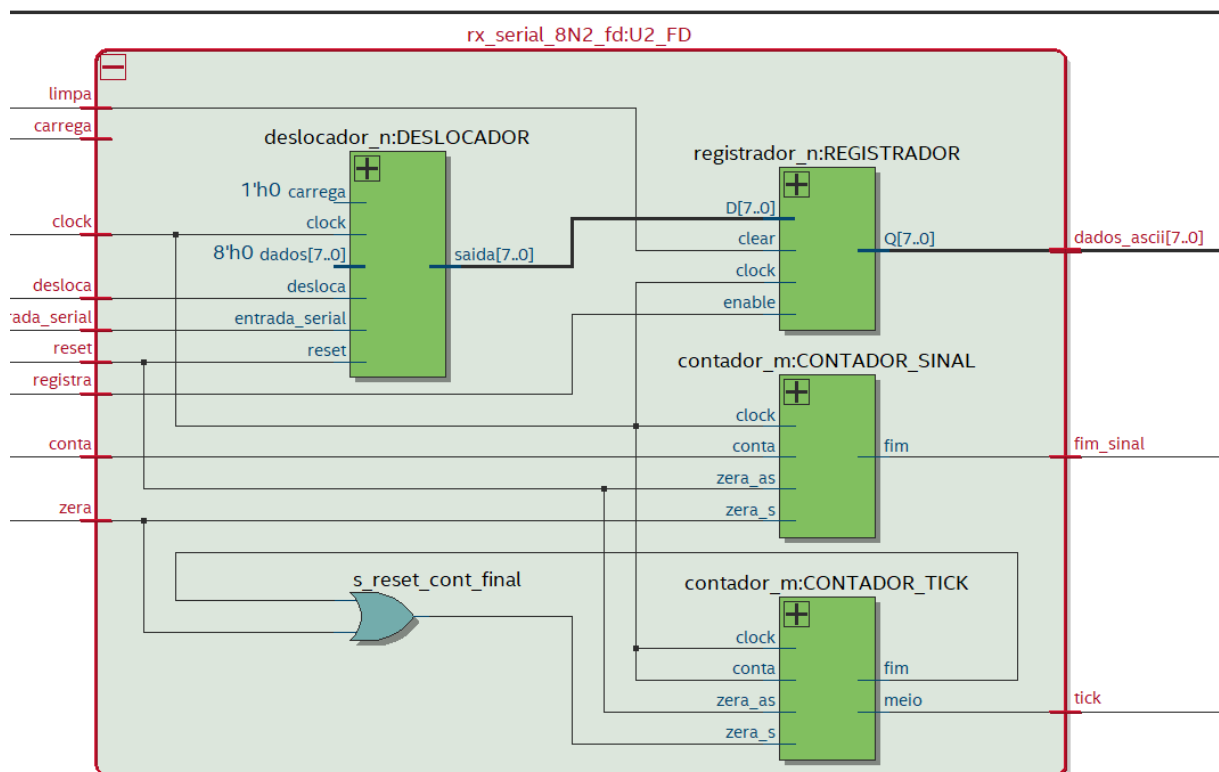

Figura 3: Diagrama de blocos do fluxo de dados
k) **Simule a recepção de dados com o software ModelSim e inclua as formas de onda no Planejamento. A figura 3 ilustra uma possível saída da simulação com ModelSim.**